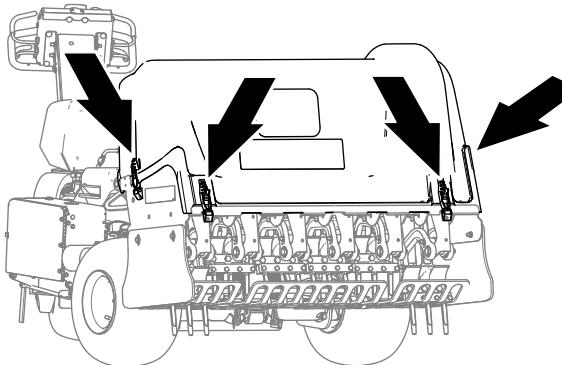

Bild 137
4. Entriegeln Sie die Abdeckung des Aerifizierkopfs an den vier Verriegelungspunkten (Bild 137 und Bild 139).